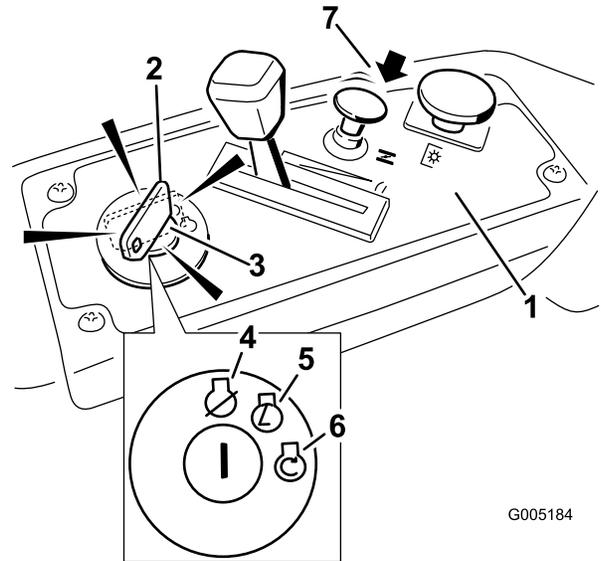

Bild 13
4. Drehen Sie den Zündschlüssel auf Start, um den Anlasser zu aktivieren. Lassen Sie den Schlüssel los, wenn der Motor anspringt (Bild 13).
5. Schieben Sie nach dem Anspringen des Motors den Chokehebel langsam rein (Bild 13). Wenn der Motor unregelmäßig läuft oder aussetzt, ziehen Sie den Choke heraus und lassen Sie den Motor für ein paar Sekunden laufen. Drücken Sie den Choke dann rein. Wiederholen Sie diesen Vorgang nach Bedarf.